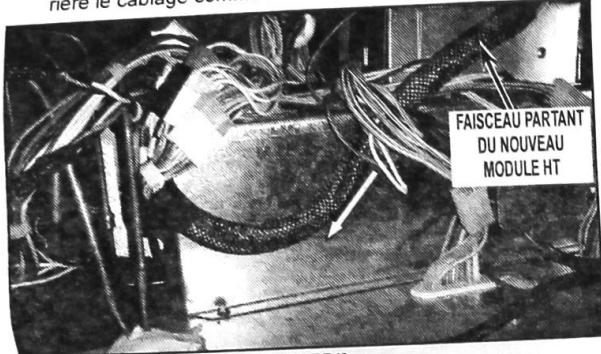

FIGURE 12
14. Acheminer le faisceau partant du nouveau module HT derrière le câblage comme illustré sur la Figure 12.